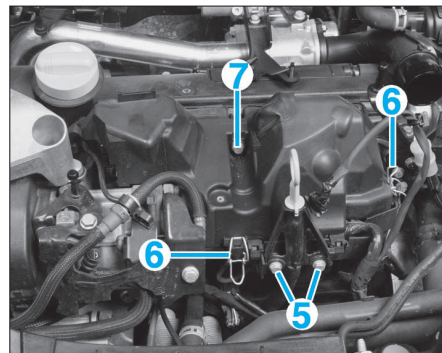

FIG. 57
- Déposer les vis (5) puis écarter la jauge à huile (Fig.57).